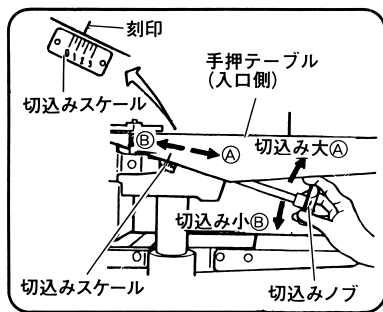

図 15
(1) 手押テーブル（入口側）の刻印が示す切込みスケールの寸法が切込み量となります。
(2) 切込みノブを Ⓐ 方向にまわすと切込み量が多くなり、Ⓑ 方向にまわすと切込み量が少なくなります。（図 15）